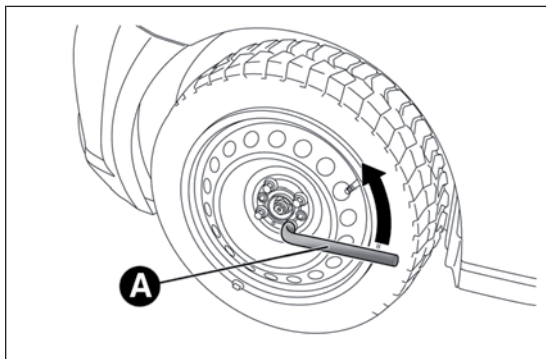
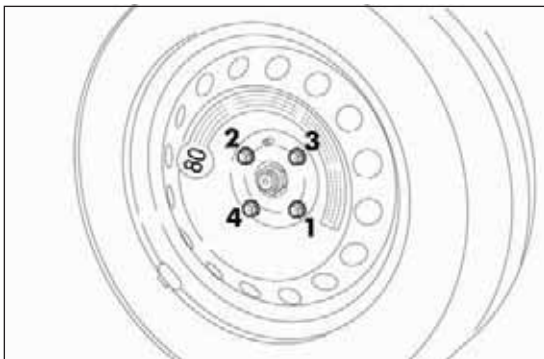

РИС. 121
РИС. 124
- ключом А РИС. 121 отпустите крепежные болты примерно на один оборот;
- ключом А РИС. 121 завинтите до упора крепежные болты;
- с помощью ключа А РИС. 121 до конца затяните болты крестообразно в порядке, показанном на рис. РИС. 124;
- ключом А РИС. 121 закрутите крепежные болты;
- ключом А РИС. 121 закрутите до конца крепежные болты в цифровом порядке, показанном на